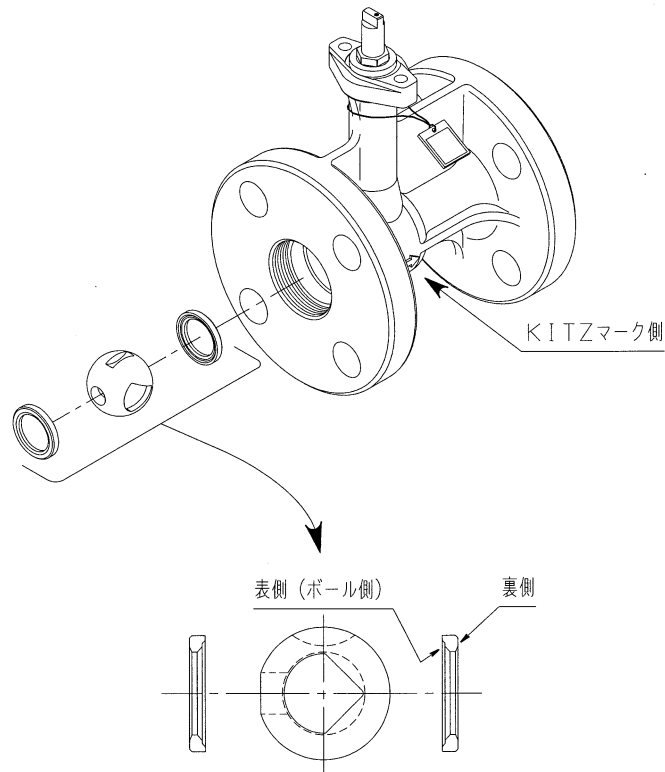

図15
- 2.3.6 ボールシート(30)を表裏に注意して、ボデー(1)に取付けてください。図15
2. 3. 8 ボールシート(30)の表裏に注意して、インサート(29)に取付けてください。図15